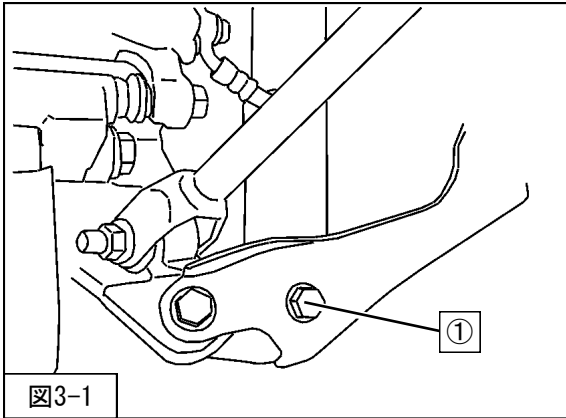

図3-1
2. ①リアショックアブソーバASSYロア取付ボルトを取外してください。(図3-1)